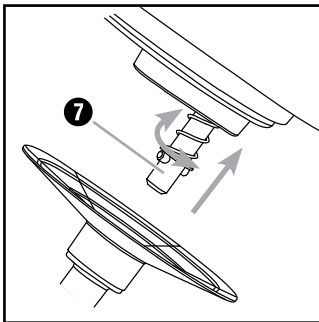

Abb. 1 Montage der Einsätze
- 1) Drücken Sie die Entriegelungstaste ② . Der Schwenkarm ① bewegt sich nach oben.
- 2) Setzen Sie die Rührschüssel ⑥ so ein, dass die Arretierungen an der Rührschüssel ⑥ in die Aussparung am Sockel ⑤ greifen. Drehen Sie die Rührschüssel ⑥ im Uhrzeigersinn (siehe Symbole  und  am Sockel ⑤), so dass diese verriegelt ist und fest sitzt.
- 4) Montieren Sie je nach Aufgabe Knethaken **10**, Schneebesen **11** oder Flachrührer **12** auf der Antriebsachse **7** (Abb. 1):